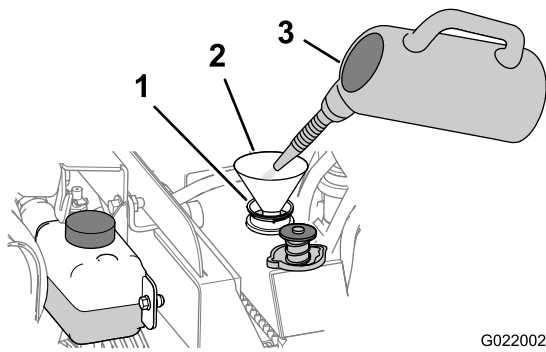

Figure 79
- C. Versez une solution de nettoyage du système de refroidissement dans le radiateur par le goulot de remplissage (Figure 79).